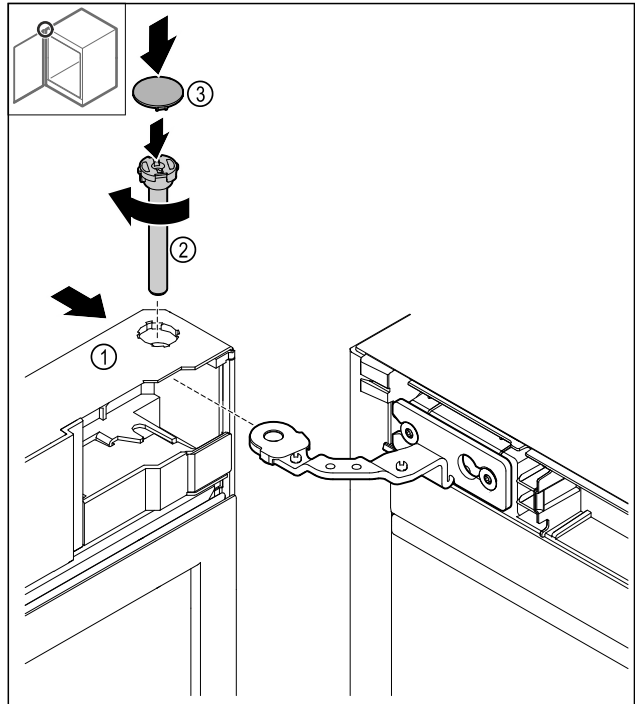

Fig. 48
- Nasuňte dveře Fig. 48 (1) nahore na závěs.
- Zasuňte čep Fig. 48 (2) a pevně jej utáhněte ve směru hodinových ručiček.
- Nasad'te kryt Fig. 48 (4).